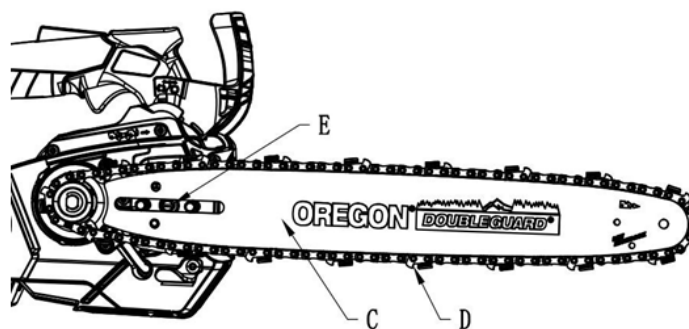

Fig 7
4. Stellen Sie den Kettenspannungseinsteller (E) ein und montieren Sie die Schiene (C) und die Kette (D), wie in Abb. 7 gezeigt.